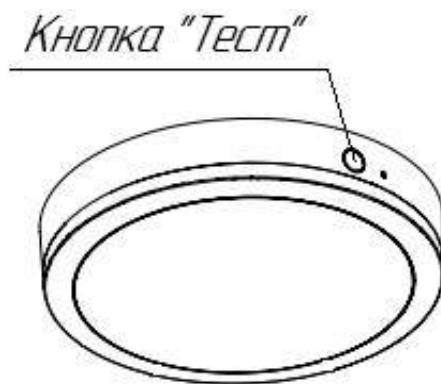

Рисунок 7- Установка светильника серии ДБО96
5.11 В светильнике присутствует ручное тестирование аварийного режима, с помощью кнопки "TEST" которая располагается на торце светильника, можно проверить работоспособность аварийного режима (рисунок 7). Выключите светильник, зажмите кнопку. Источник питания светильника переключится в аварийный режим, напряжение на светодиодные модули будет подаваться от аккумулятора. Для возврата в рабочий режим, отпустите кнопку ручного тестирования.